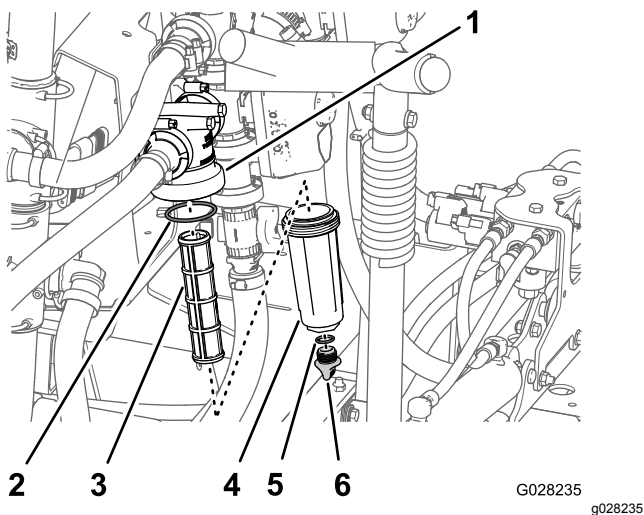

Figura 94
2. Coloque un recipiente de drenaje debajo del filtro de presión (Figura 94).
3. Gire el tapón de vaciado en sentido antihorario y retírelo de la cubeta del filtro de presión (Figura 94).
4. Enrosque la cubeta en sentido antihorario y retírela de la cabeza del filtro (Figura 94).
5. Retire el elemento usado del filtro de presión (Figura 94).
la cubeta (situada dentro de la cabeza del filtro) en busca de daños o desgaste (Figura 94).
7. Instale el elemento nuevo del filtro de presión en la cabeza del filtro (Figura 94).
8. Instale la cubeta en la cabeza del filtro, y apriétela a mano (Figura 94).
9. Instale el tapón en la cubeta, y apriételo a mano (Figura 94).